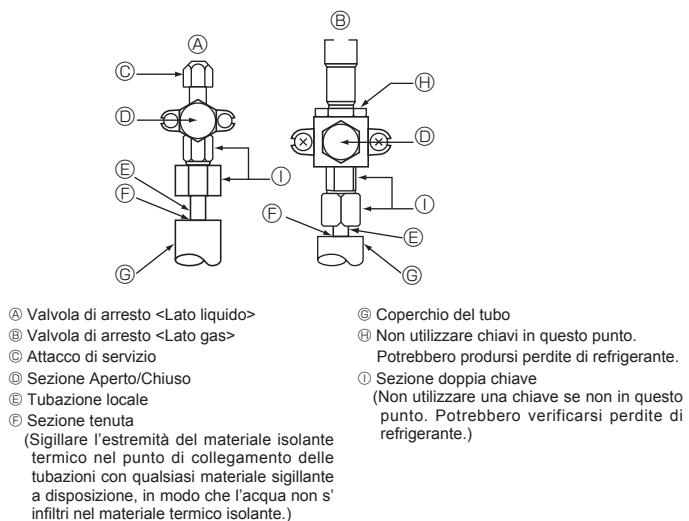

Fig. 4-5
- ⑤ Utilizzare il sigillante per sigillare le estremità dell'isolamento termico attorno alle sezioni di giunzione dei tubi per prevenire la penetrazione dell'acqua nell'isolamento termico.
4.4. Tubo del refrigerante e metodo di verifica tenuta (Fig. 4-5)